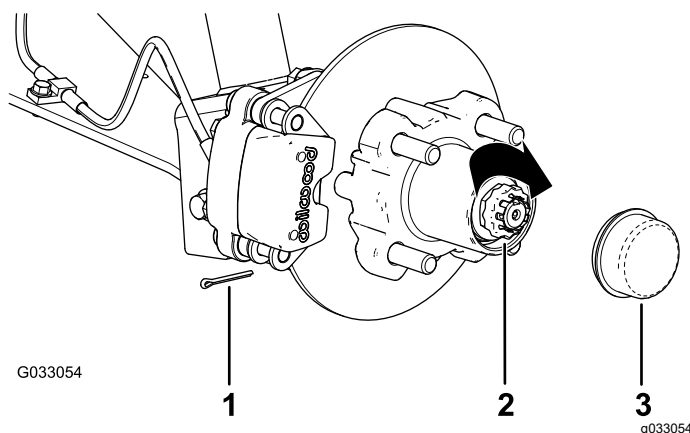

Figura 29
8. Montate il fermo sul dado e controllate l'allineamento della scanalatura sul fermo con il foro del mandrino per la coppia (Figura 29).
9. Montate la coppiglia e piegate ciascuna asticella attorno al fermo (Figura 29).
10. Montate il coperchietto antipolvere sul mozzo (Figura 29).